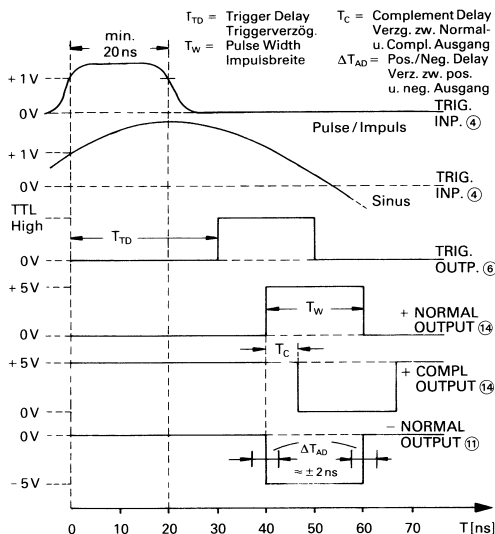

Abb. 3 Ausgangssignale bei externer Triggerung
Befindet sich der Schalter FREQUENCY (2) in Stellung MAN or EXT, ist der interne Impulsraten-Generator abgeschaltet. Ein dem Trigger-Eingang (4) zugeführtes Signal bestimmt nun die Impulsfolgefrequenz der Ausgangssignale. Die Einstellung der Impulsdauer erfolgt wie im Normalbetrieb an (9) und (8). Der Generator arbeitet allerdings nun nicht mehr im symmetrischen Betrieb. Die Triggerung der Ausgangssignale erfolgt mit der ansteigenden, positiven Impulsflanke. Das Triggersignal kann eine Wechselspannung von > 1V_s, oder eine Rechteckspannung mit einer Amplitude von > 1V sein. Der Eingang ist TTL-kompatibel mit einem fan-in von 1. Die maximale Eingangsspannung darf ± 30V betragen. Die minimale Impulsdauer sollte 20ns nicht unterschreiten. Die Triggervverzögerung vom Trigger-Eingang zum Trigger-Ausgang beträgt ca. 20ns. (Abb. 3)